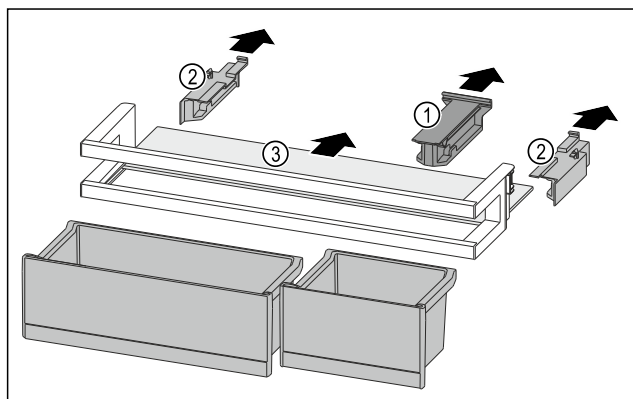

Fig. 180
- ▶ 拉出定位件 Fig. 180 (1)。
- ▶ 拉出侧面部分 Fig. 180 (2)。
- ▶ 取出搁板 Fig. 180 (3)。